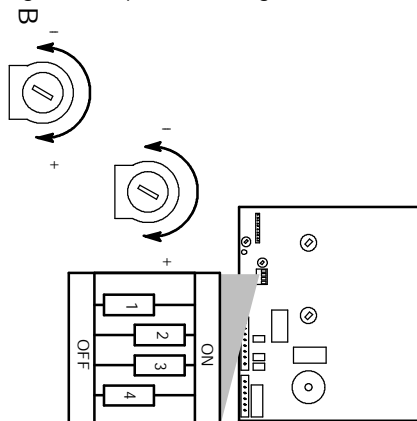

fig. 5.7
- 6 Agire con un cacciavite appropriato sul potenziometro di regolazione "B" (fig. 5.7). Ruotando il potenziometro in senso antiorario si diminuisce la corrente massima di alimentazio-